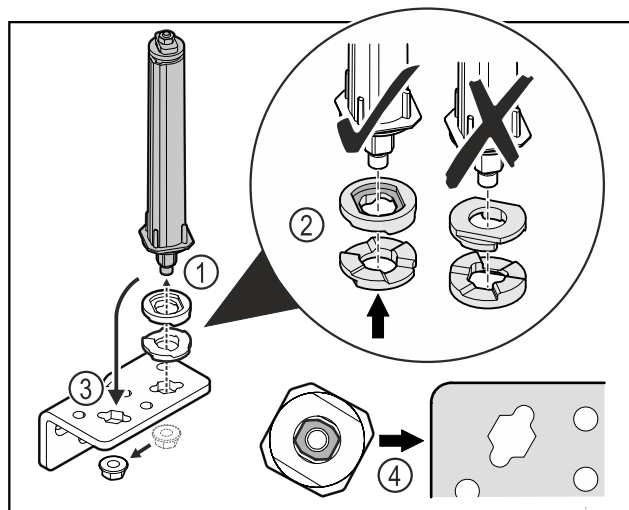

Fig. 27
- ▶ Uvoľnite maticu a odstráňte systém zatvárania dverí Fig. 27 (1).
- ▶ Dbajte na správne vyrovnanie podložiek na výškové prestavenie Fig. 27 (2).
- ▶ Premiestnite systém zatvárania dverí v uholníku závesu a zafixujte ho maticou Fig. 27 (3).
- ▶ Dbajte pri nasadzovaní na správne vyrovnanie systému zatvárania dverí Fig. 27 (4).